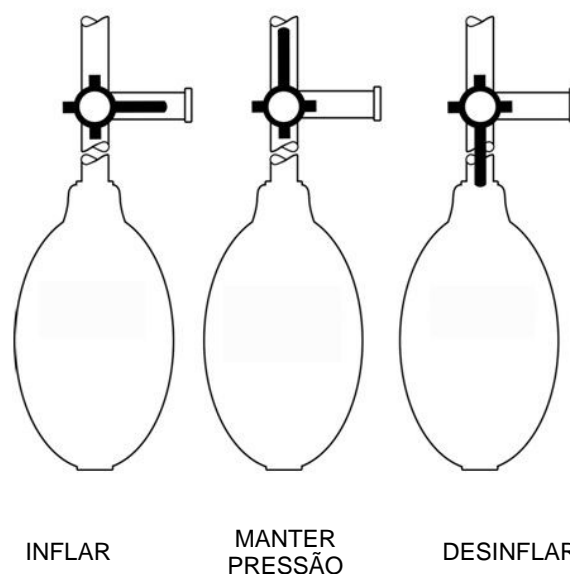

Figura 2: Posições do manípulo da válvula de ar/torneira
- 2- Pendure o manguito de infusão de pressão no suporte IV pelo orifício (1) localizado na parte superior do manguito.
- 4- Pendure a bolsa de fluido IV no manguito de infusão passando laço circular de velcro (3) pela abertura superior da bolsa IV e prendendo-a ao tira de gancho de velcro (2). Guie o tubo diretamente para baixo.
- 5- Rode o manípulo da válvula de ar/torneira (6) para a direita, em direção à torneira de ventilação aberta (ver Figura 2).
- 6- Encha o manguito de infusão bombeando o bulbo de insuflação (5) até que o medidor do pistão atinja a pressão adequada (300 mmHg) indicada na parte verde do manômetro. Verifique a pressão do manômetro (medidor do pistão) (4). Os manguitos de infusão de pressão descartáveis são equipados com uma válvula de alívio de pressão de 325 mmHg que evita a inflação excessiva. Quando 325 mmHg for atingido, o manômetro indicará vermelho no manômetro junto com a palavra "cuidado" e a pressão começará a ser liberada da válvula. A pressão continuará a liberar da válvula até que a pressão caia abaixo de 325 mmHg.